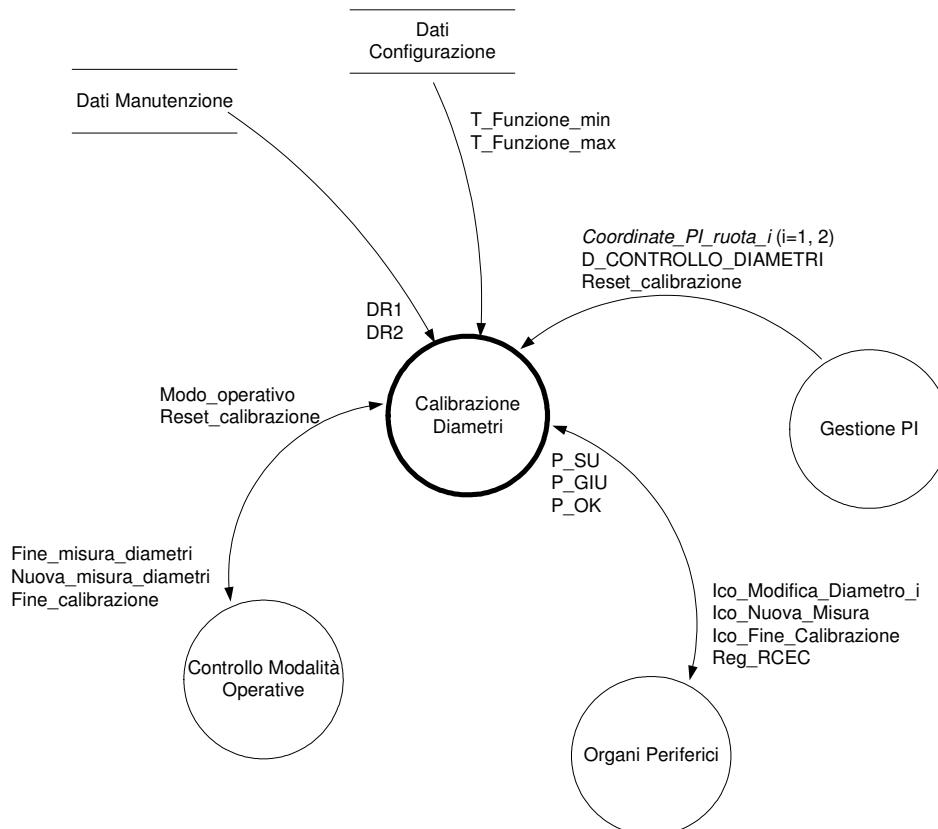

Figura 2-1 Diagramma di contesto della funzione
La funzione deve acquisire periodicamente, da Organi Periferici, lo stato dei pulsanti *P_SU*, *P_GIU*, *P_OK* (Figura 2-1) attivi nel modo operativo corrente.
La funzione deve acquisire, in modo asincrono dalla Gestione PI, l'informazione relativa alla distanza di riferimento per il controllo dei diametri (*D_CONTROLLO_DIAMETRI* in Figura 2-1) e le coordinate di spazio del PI associate alle due ruote (*Coordinate_PI_ruota_i* con $i = 1,2$).
- UC20.1 [E] La funzione deve avere a disposizione, dai Dati di Manutenzione, il valore dei diametri ruota (*DR1* e *DR2* in Figura 2-1) per poterli verificare e memorizzarli rispettivamente nelle variabili *diametro_ruota_i* (con $i = 1,2$).
- UC20.2 [E] La funzione deve avere a disposizione, dai Dati di Configurazione, le variabili *T_Funzione_min* e *T_Funzione_max*, relative al tempo di pressione dei pulsanti *P_SU*, *P_GIU*, *P_OK* (Figura 2-1).